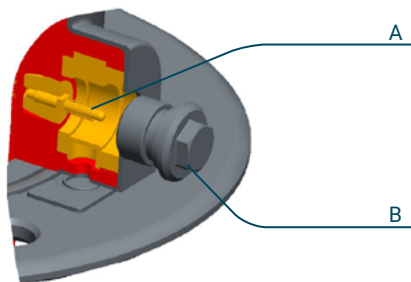

Figura 3
Para controlar el diferencial de presión, la capacidad o el factor de potencia, destornillar el tapón (A) y retirar el muelle (B) (Figura 3). Luego, conectar el cable coaxial del instrumento.
Después de haber terminado las medidas, hay que conectar la brida a la puesta a tierra, utilizando el muelle y el tapón (referencia, Figura 3).